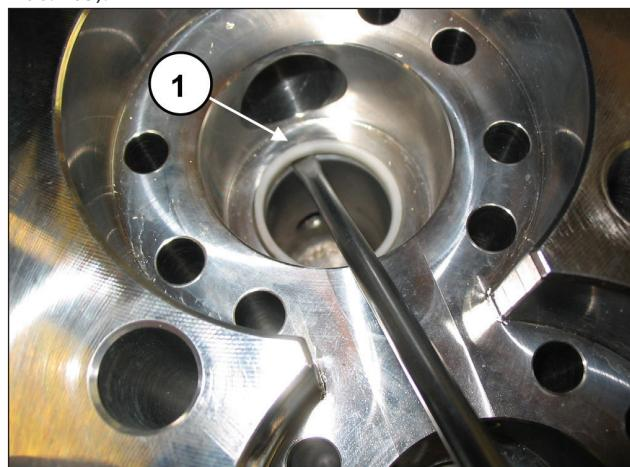

Abb. 105
Ersetzen Sie bei Bedarf die abgenutzten Teile (Pos. ①, Abb. 105).